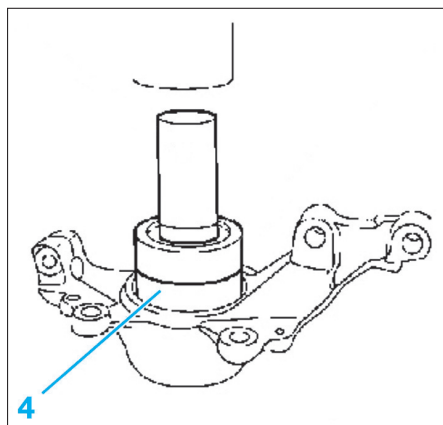

Fig. 21
- À la presse et avec un mandrin de diamètre approprié, prenant appui sur sa bague extérieure (4), mettre en place le roulement neuf, légèrement lubrifié, dans le pivot jusqu'en butée (Fig.21).